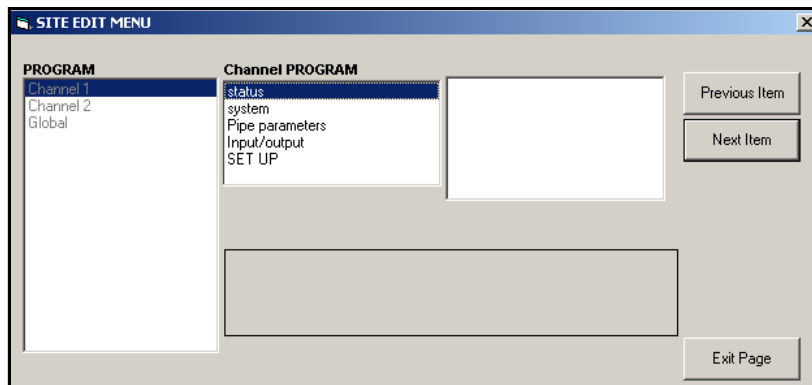

Рис. 41: Окно меню *Site Edit*
- Для ввода данных в пользовательскую программу дважды щелкните меню *Site Edit Menu* (Меню редактирования данных объекта). Появится окно, сходное с представленным на Рис. 41 внизу.
- Для входа в меню (Channel 1 (Канал 1), Channel 2 (Канал 2), или Global [Глобальные]) выделите и дважды нажмите нужное меню в левой панели. Например, при нажатии Channel 1 на Рис. 41 сверху открывается список опций, отображаемый в центральной панели.